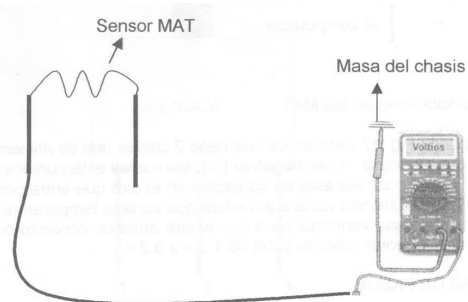

Fig. 29. Prueba del Sensor de Temperatura del Aire (MAT)
1. Con un multímetro en la función de 20 DCV y con el switch abierto, con la punta de color rojo del multímetro haga contacto en cualquiera de los terminales del sensor- solo tiene dos contactos- la punta de color negro en cualquier parte donde haga masa la batería puede ser en el motor o el chasis. ver Fig. 29.